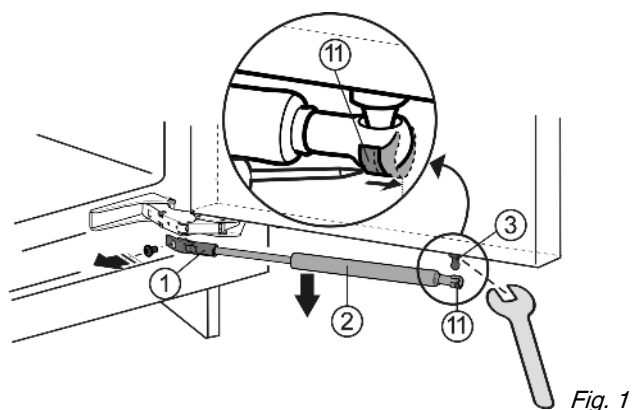

Fig. 1
- ▶ Pousser le ressort tendeur Fig. 1 (11) vers l'extérieur à l'aide du tournevis.
- ▶ Démontez l'amortisseur Fig. 1 (2) de fermeture vers le bas.
- ▶ Dévisser le support Fig. 1 (1).
- ▶ Dévisser le tourillon Fig. 1 (3) avec la clé plate.